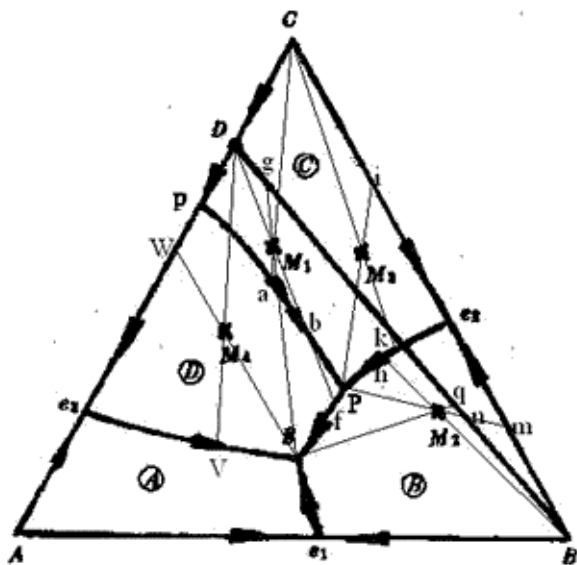

图6-13
6-25根据图6-13三元系统相图: (1) 判断无变量点 $E$ 、 $P$ 的性质, 并写出相平衡关系式; (2) 分析熔体 $M_1$ 、 $M_2$ 和 $M_3$ 的冷却析晶过程, 并总结判断结晶产物和结晶结束点的规则; (3) 加热组成为 $M_3$ 的混合物, 将于什么温度出现液相? 在该温度下出现的最大液相量是多少? 在什么温度下完全熔融? 写出其加热过程相平衡表达式。